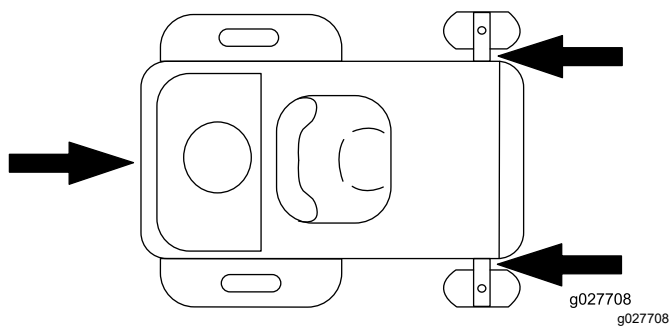

Figure 32
- Arrimez la machine près des roues pivotantes avant et du cadre arrière à l'aide de sangles, chaînes, câbles ou cordes (Figure 32). Reportez-vous à la réglementation locale concernant les exigences en matière d'arrimage.